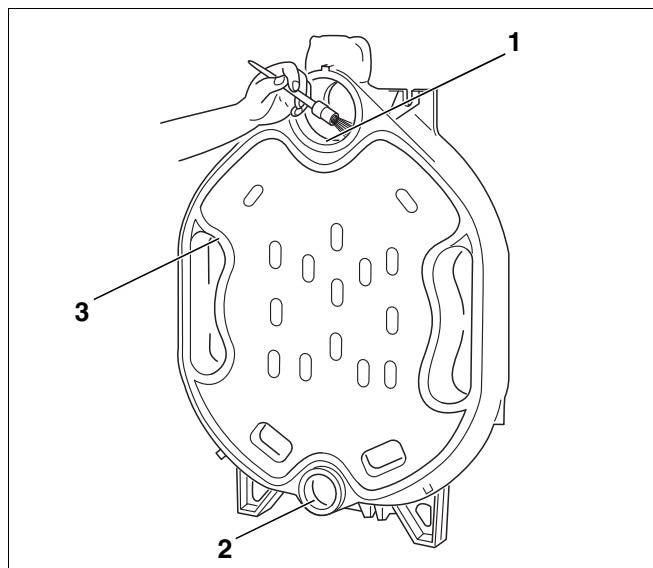

Fig. 8 Preparazione delle scanalature di tenuta e dei mozzi
- Se necessario, pulire le scanalature di tenuta con spazzole metalliche e panni (fig. 8, [3]).
- Pulire le superfici a tenuta ermetica dei mozzi (fig. 8, [1] e [2]) con un panno imbevuto di benzina.